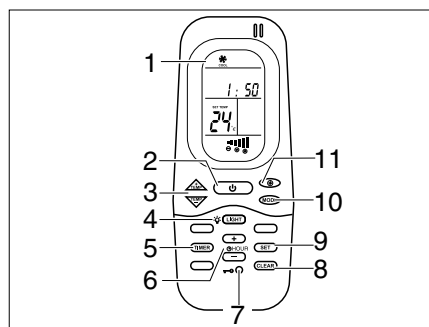
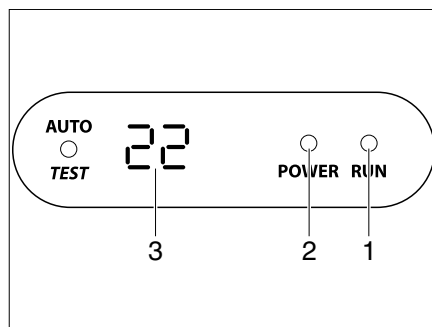

Fig. 322 Télécommande
Fig. 323 Écran du diffuseur
La climatisation est montée sur le toit du véhicule. La télécommande (Fig. 322) pour la climatisation se trouve dans le coin cuisine.
La climatisation est prête à fonctionner. La LED (Fig. 323,2) de l'écran du diffuseur brille en rouge.
- Pour la mise en service, appuyer sur l'interrupteur Marche/Arrêt (Fig. 322,2) de la télécommande. La DEL (Fig. 323,1) brille en vert si la climatisation fonctionne en mode refroidissement. La DEL (Fig. 323,1) brille en rouge si la climatisation fonctionne en mode chauffage.
- Régler le mode de fonctionnement désiré avec la touche MODE (Fig. 322,10).
- Si nécessaire, régler l'étage de ventilateur désiré avec la touche (Fig. 322,11) et la température ambiante avec les touches (Fig. 322,3).
- Pour la mise hors service, appuyer sur l'interrupteur Marche/Arrêt (Fig. 322,2) de la télécommande.
- Pour la programmation, enclencher la climatisation avec l'interrupteur Marche/Arrêt (Fig. 322,2) de la télécommande.
- Appuyer sur la touche TIMER (Fig. 322,5). L'indicateur ON de l'heure de démarrage est activé.
- Régler l'heure à l'aide des touches TEMP (+/-) (Fig. 322,3).
- Rappuyer sur la touche TIMER (Fig. 322,5). L'indicateur OFF de l'heure de démarrage est activé.
- Rappuyer sur la touche TIMER (Fig. 322,5).
- Une fois le réglage terminé, appuyer sur la touche SET (Fig. 322,9).
- En vue d'effacer la programmation de la minuterie, appuyer sur la touche CLEAR (Fig. 322,8).